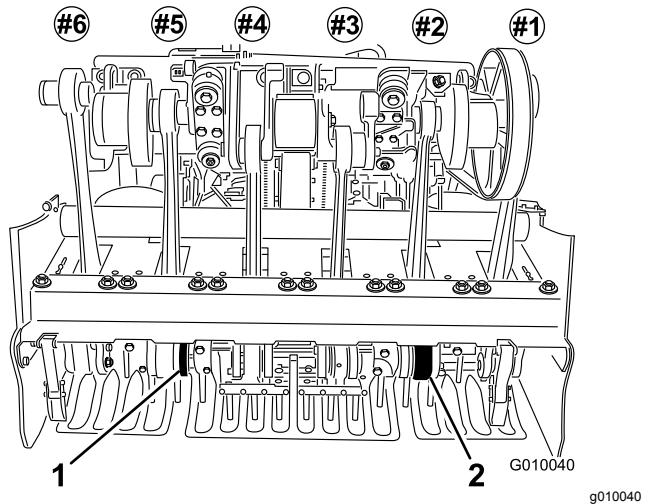

Figura 27
6. Instale os dentes nos suportes de dentes #2 e #5 (Figura 27) Aperte os parafusos.